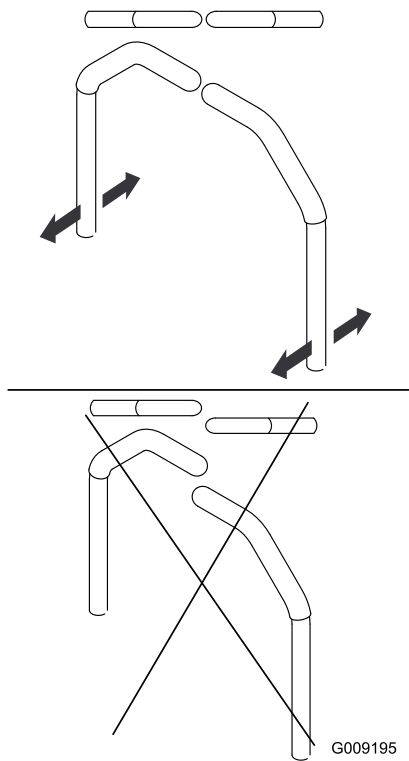

Figure 64
3. Alignez la position avant-arrière des poignées en les ramenant en même temps à la position POINT MORT, puis en les déplaçant jusqu'à ce qu'elles soient correctement alignées (Figure 64).